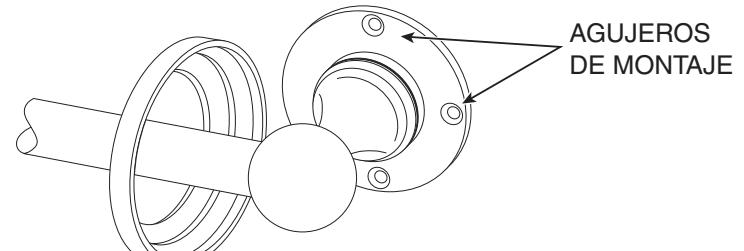

Figura 1
4. Con un lápiz marque los centros de las posiciones de agujeros de montaje de un extremo (**vea la Figura 1**). Estos son los puntos donde usted taladrará después los agujeros guía para colocar los tornillos. Si instala sobre baldosas de cerámica, coloque cinta adhesiva de papel en las áreas de montaje antes de marcar las ubicaciones de los agujeros para evitar que la broca de punta de carburo se deslice a través de la baldosa.